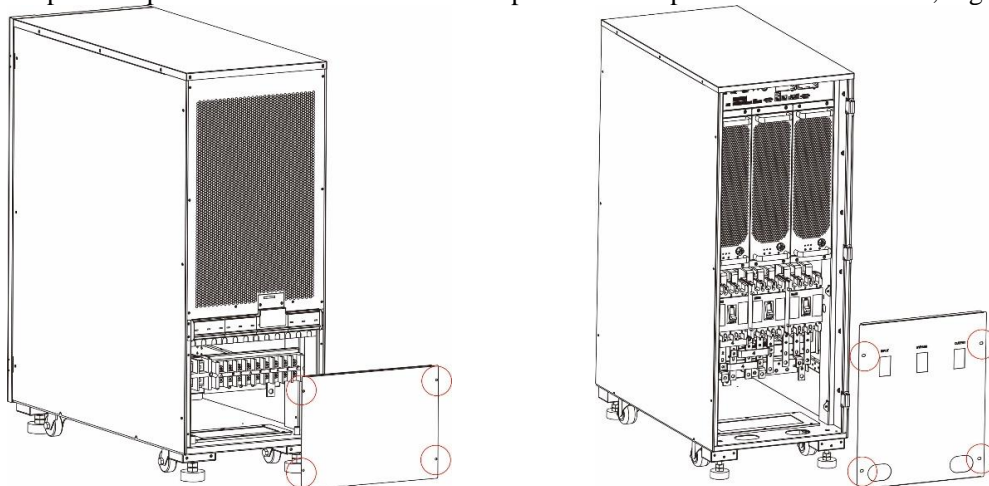

Fig. 3-6 Rimuovi la copertura
Fase 5: aprire lo sportello anteriore e rimuovere il pannello di copertura di distribuzione, Fig. 3-6/7
- Fase 1: rimuovere la lastra di copertura dell'unità di distribuzione (80kVA/120kVA si deve prima aprire lo sportello anteriore), come mostrato in Fig. 3-6 e Fig. 3-7.